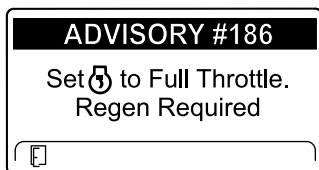

Figura 33
**Nota:** Si la temperatura de los gases de escape del motor es demasiado baja, el InfoCenter muestra el ADVISORY #186 (Aviso n.º 186) (Figura 33) para informarle de que ajuste el motor a velocidad máxima (ralentí alto).